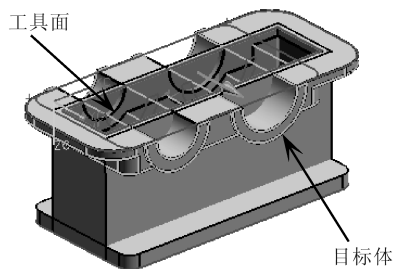

图 4-102 修剪合并实体特征
- 10 使用【修剪体】工具，选择以上步骤合并的实体作为目标体、主体实体特征内表面作为工具面，修剪结果如图 4-102 所示。